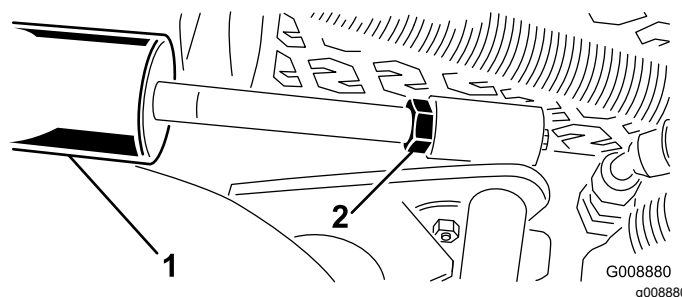

Рисунок 29
- Ослабьте контргайку на гидроцилиндре подъема (Рисунок 29).